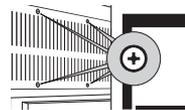

Рис. 11
4. Отвинтите четыре винта защитной крышки платы питания (рис. 11).